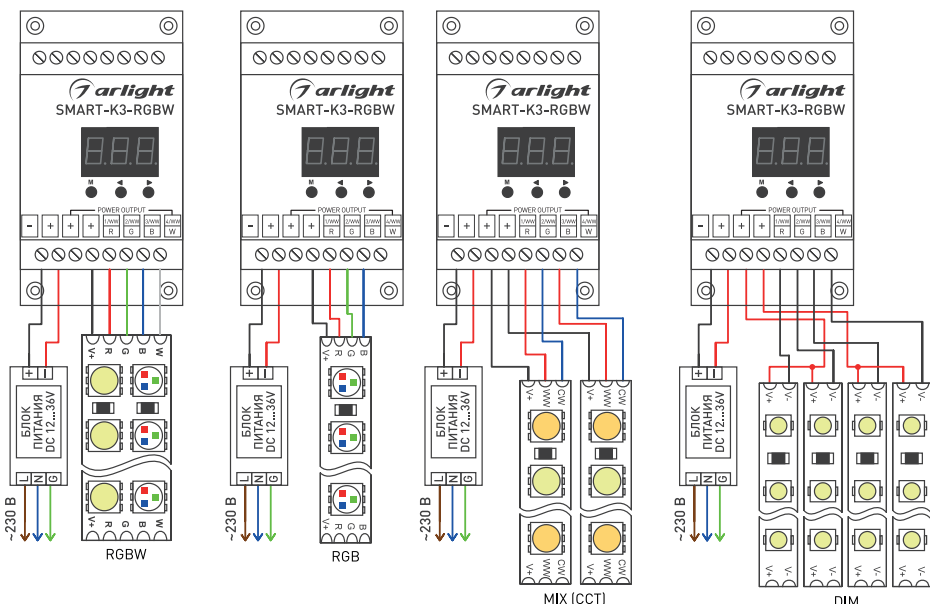

Рис. 1. Варианты подключения контроллера с различными светодиодными лентами
- 3.3. Подключите оборудование, используя одну из схем, приведенных на Рис. 1, в зависимости от типа ленты. Соблюдайте полярность и порядок подключения проводов к клеммам.